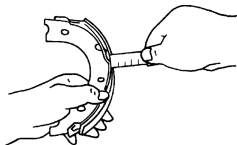

图 3-175 测量摩擦片厚度
- 2) 测量摩擦片的厚度, 如图 3-175 所示。使用极限为 2mm 。